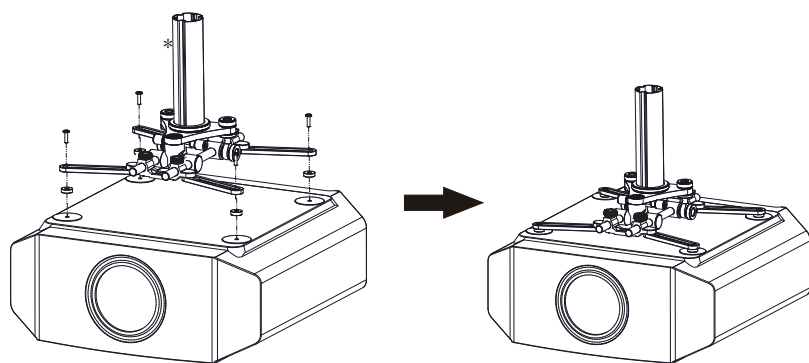

图 5
4. 根据投影机的孔位距离，将GPCH安装脚固定到投影机上，如图 5。图中以标准杆四脚为例，若投影机孔位只有三个，可将其中一个安装脚拆卸下来再进行安装。